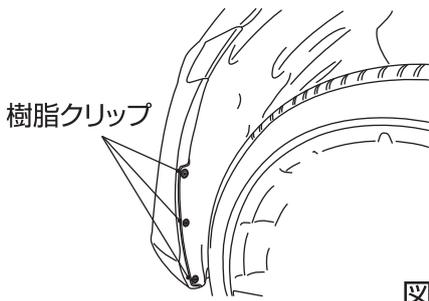

図1
1. ドライバーを使用し、樹脂クリップを外してください。(図1)